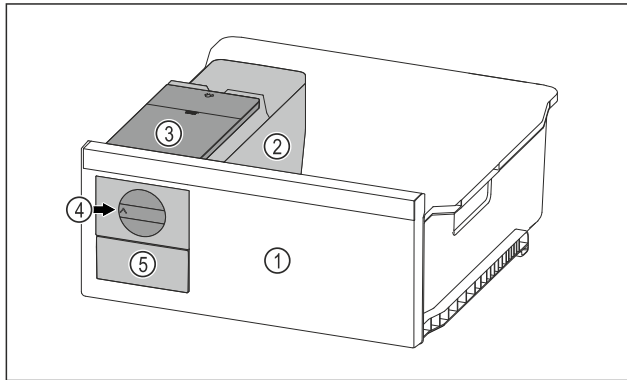

Fig. 155 Примерное изображение
- ▶ Поверните поворотную кнопку *Fig. 155 (4)* по часовой стрелке до упора.
- ▷ Кубики льда упадут из ванночки для кубиков льда в выдвижной ящик для кубиков льда *Fig. 155 (5)*.